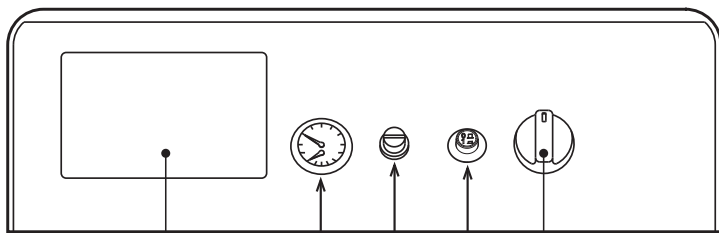

рис. 1 - Панель управления
- Поместите термостат регулировки котла (поз. 4 - рис. 1) на минимальное значение.
- Поместите термостат регулировки котла (поз. 4 - рис. 1) на требуемое температурное значение (не менее 50°).
Если повернуть термостат регулировки котла 4 (рис. 1) по часовой стрелке, температура воды в системе отопления повышается, и наоборот, против часовой стрелки - уменьшается. Температуру воды в системе отопления можно регулировать в пределах от 30° до 90°. Однако не рекомендуется эксплуатировать котел при температуре ниже 45°.
Задайте с помощью комнатного термостата нужную температуру внутри помещения. По команде от комнатного термостата котел нагревает воду в системе отопления до температуры, заданной с помощью термостата регулировки котла 4 (рис. 1). При достижении в помещении желаемой температуры котел выключается.
При заполнении холодной системы отопления, давление воды, контролируемое по показанию установленного на котле термогигрометра (поз. 1 - рис. 1), должна составлять примерно 1,0 бар. Если во время работы давление воды в системе упало (из-за испарения растворенных в воде газов) до величины ниже вышеуказанного минимума, пользователь должен открыть кран подачи воды и довести давление до первоначального значения. По окончании операции всегда закрывайте кран подачи воды.
Откройте крышку термостата дымовых газов (поз. 3 - рис. 1) и нажмите на кнопку под ним. В случае повторяющихся блокировок котла обратитесь в ближайший сервисный центр